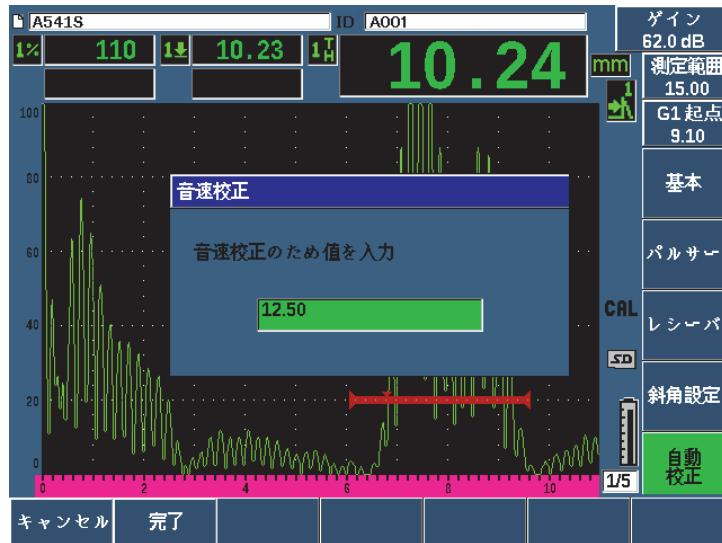

図 9-13 音速校正厚さ値の入力
15. ゲートをクロスするエコーのすでに分っている厚さになるよう調整します（この例では、0.500 インチ）。そして完了を選択し、校正手順を完了します（174 ページの図 9-13 参照）。